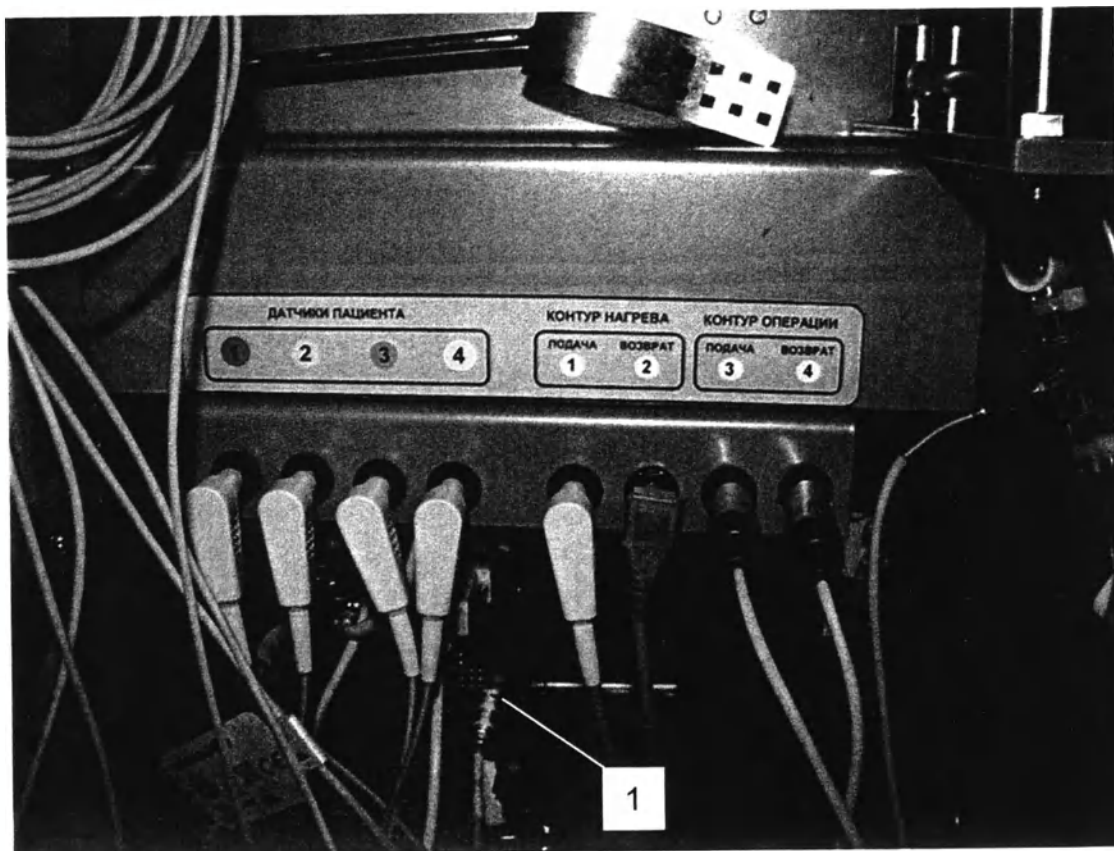

Рисунок 6 – Внешний вид панели подключения температурных датчиков.
На рисунке 6 также обозначено гнездо для подключения температурного датчика типа Pt100, находящееся на задней стенке блока управления термостатом и обозначенное маркировкой «Pt100 PROCESS» (см. рисунок 6, поз. 1). Внешний вид датчика приведен на рисунке 7.
температура перфузионного раствора непосредственно перед входом в операционную полость пациента (6) и измеряемая внешним датчиком термостата, подключаемым в разъем с маркировкой «Pt100 PROCESS» на задней стенке блока управления термостата (см. рисунок 6, поз. 1).